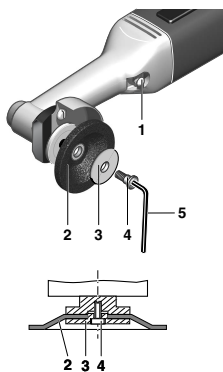

Fig. 2
1. Arretierknopf **1** (Fig. 2) drücken.